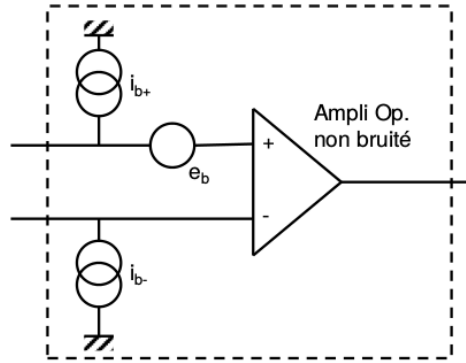

FIGURE 3.6 – Bruit dans un amplificateur opérationnel
**Dans un AOP :** rappelons qu'un AOP est constitué de résistances et de transistors. Le bruit est modélisé par la Figure 3.6.